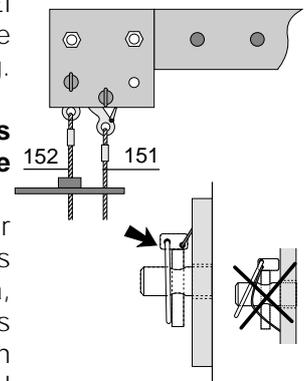

Fig. 1.5
- Enganchar los cables por medio de los bulones (009) a los puntos de anclaje del pescante que están previstos de forma separada para el cable de elevación (151) y seguridad (152). El seguro del bulón (009) debe cerrarse correctamente (Fig. 1.5)
Es obligatorio utilizar estos dos puntos de anclaje independientes (Fig. 1.5).